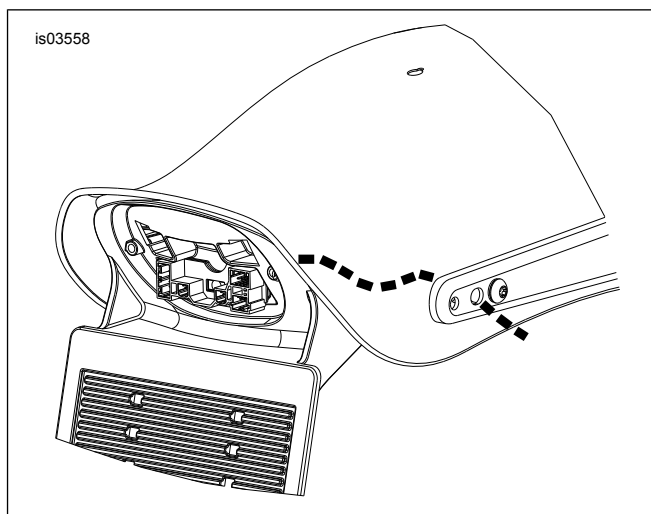
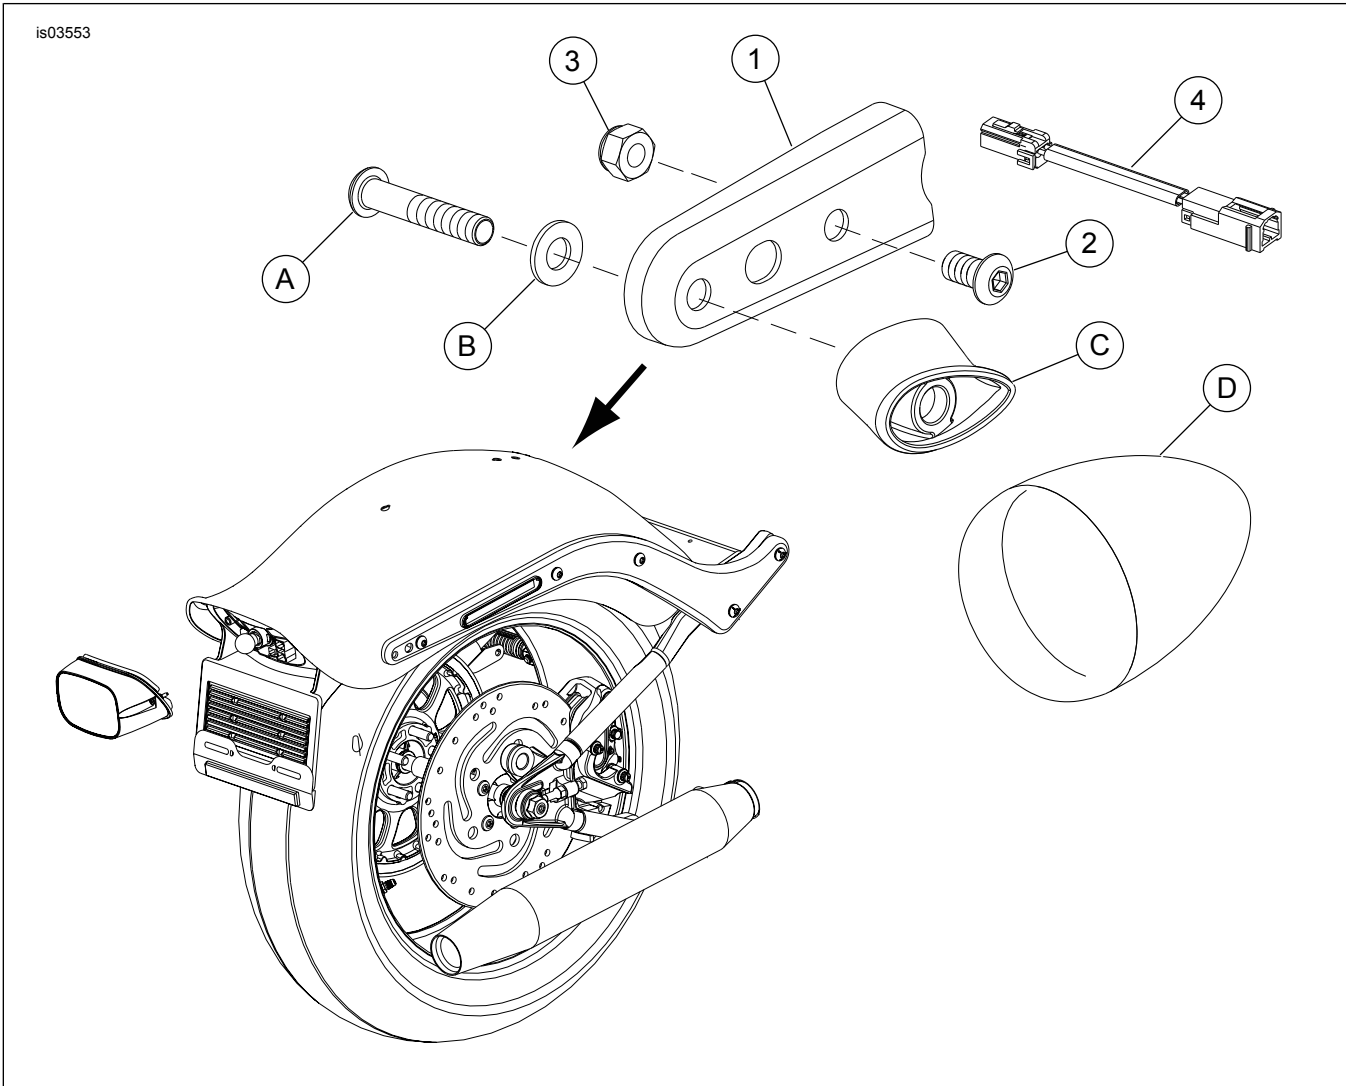

Figura 6. Orientação da fiação através do suporte e pára-lama traseiros
Figura 8. Peças de reposição: kit de reposicionamento do pisca-pisca Softail
Veja a Figura 8 e a Tabela 1.
4. Veja a Figura 8. Remova o parafuso original (A) e a arruela (B) do suporte do pisca-pisca (C).
5. Puxe o pisca-pisca (D) e o suporte do pisca-pisca para fora do suporte do pára-lama.
6. Veja a Figura 6. Remova o pisca-pisca e os fios do veículo passando a fiação e o conector do pisca-pisca pelos furos no pára-lama traseiro e no suporte do pára-lama. Passe gentilmente os fios pelos furos para certificar-se de que não sejam danificados.
2. Veja a Figura 8. Coloque o parafuso (A) e a arruela (B) originais pelo furo traseiro do suporte de reposicionamento (1) e pelo suporte do pisca-pisca (C).
3. Atarraxe o parafuso (A) para dentro do pisca-pisca (D). Regule o aperto para 16,3 a 21,7 N·m (12 a 16 lb·pé).
4. Alinhe o suporte de reposicionamento (1) com a traseira do suporte do pára-lama e instale com o parafuso (2) e a porca (3) do kit. Regule o aperto da porca para 16,3 a 21,7 N·m (12 a 16 lb·pé).
6. Veja a Figura 8. Conecte o conector fêmea da extensão do chicote de fios (4) dentro do conector do pisca-pisca. Depois conecte conector macho da extensão do chicote de fios dentro do conector apropriado na placa de circuito.